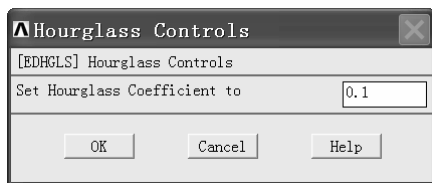

图 4-87 “Hourglass Controls”窗口
(1) 依次选择 Main Menu>Preprocessor>Solution>Analysis>Hourglass>Global, 弹出“Hourglass Controls”窗口(见图 4-87)。
(2) 保持“Hourglass Controls”窗口中的设置不变, 单击“OK”按钮。